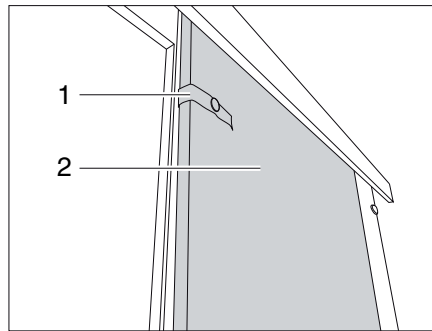

Bild 238 Schiebetür
- Das mit Sicherungsband (Bild 238,1) lösen.
- Schiebetür (Bild 238,2) in Schließstellung ziehen.
- Schiebetür (Bild 238,2) in die Öffnungsposition führen.
- Schiebetür mit dem Sicherungsband (Bild 238,1) befestigen.